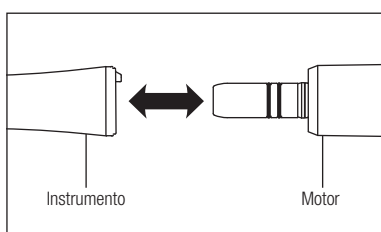

Fig. 1
- 1) Introduza o contra ângulo diretamente no motor (Fig. 1). Aparafuse o contra ângulo até prender com um clique.